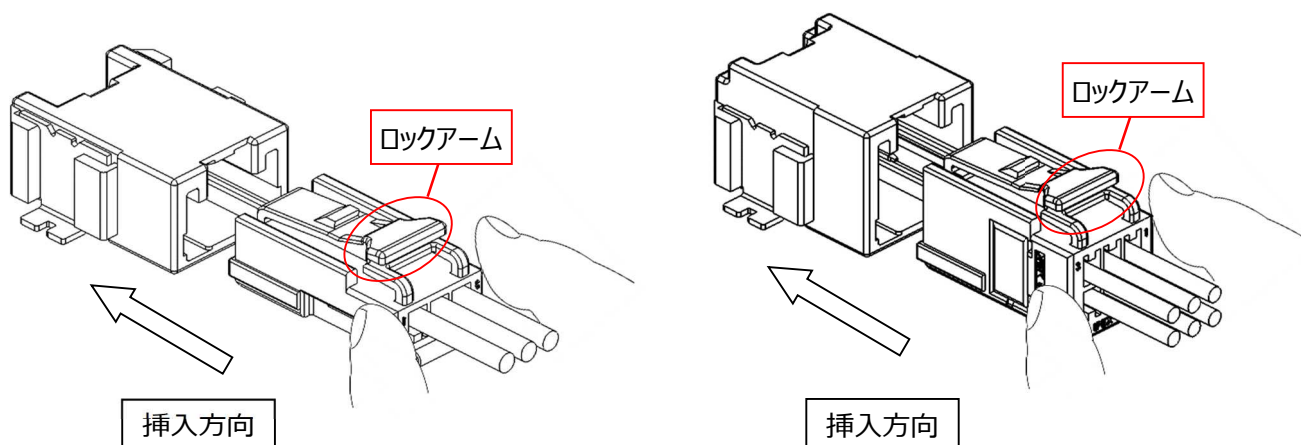

図 50.メスコネクタ挿入方向
- ①二次係止部・リテーナ装着作業が完了しているメスコネクタを、図 50 に示す方向でカチッと音がするまでまっすぐ押し込んでください。